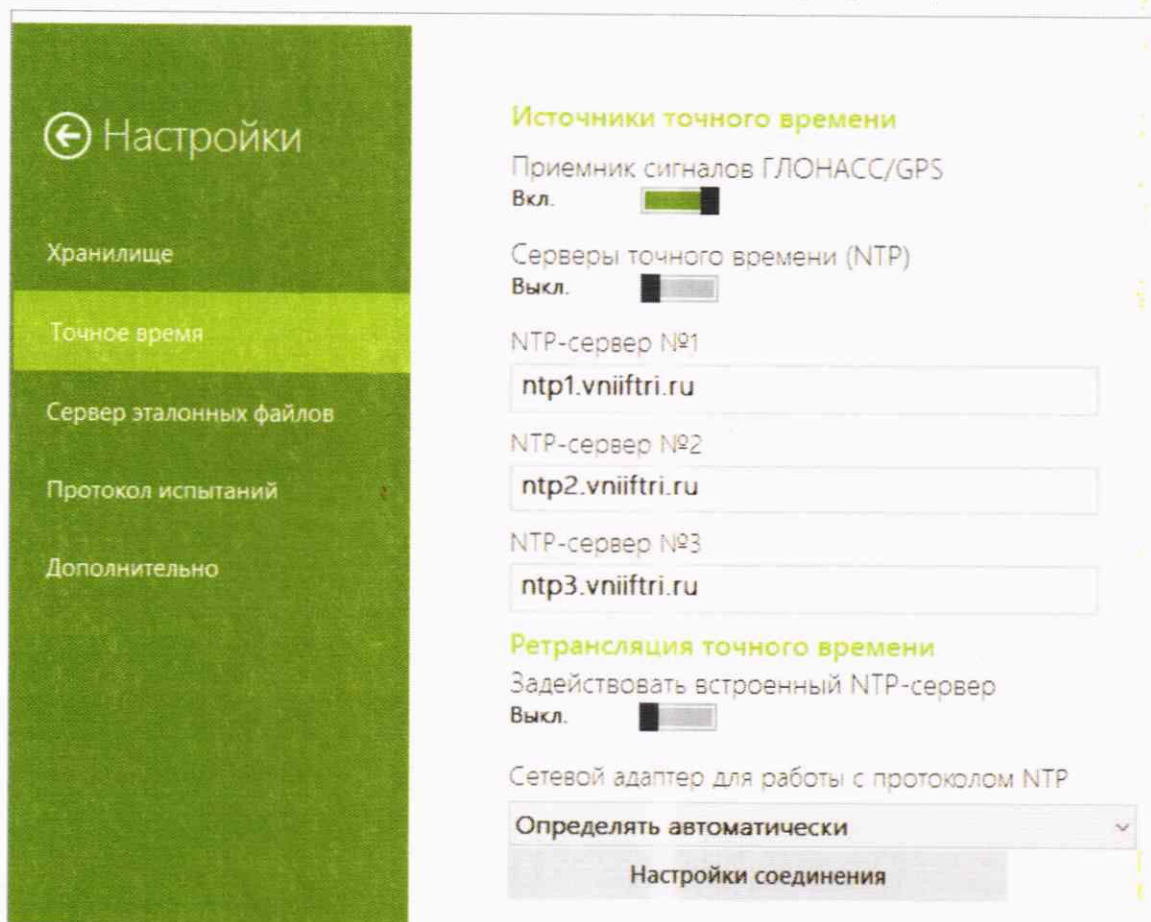

Рисунок 2
6.1.10 Выполнить настройку и синхронизацию шкалы системного времени ВЕКТОР-ИКИ-2016 с национальной шкалой времени РФ UTC (SU) (НШВ РФ). Для синхронизации системной шкалы времени часов по Государственной шкале времени РФ UTC(SU) использовать тайм-серверы точного времени, работающие с протоколом NTP (Network Time Protocol), с использованием эталонных тайм-серверов ФГУП «ВНИИФТРИ» на базе Государственного эталона времени и частоты ГЭТ 1-2012. Для чего:
- в появившемся окне включить “Приёмник сигналов ГЛОНАСС/GPS” или, при необходимости, “Серверы точного времени (NTP)” (рисунок 2).